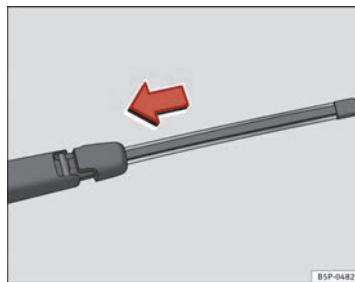

Fig. 132 Colocar la escobilla de limpialuneta ►
- Sitúe la escobilla, tal como se indica en la ⇒ **fig. 132** y deslice el adaptador hasta que encastre.